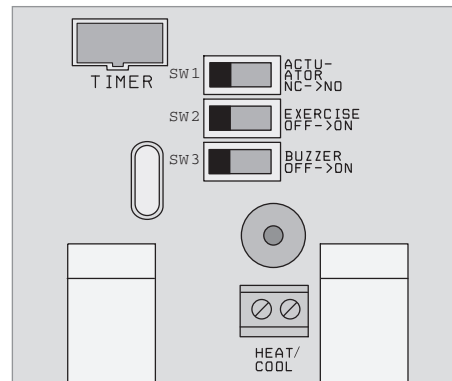

Fig. 7 Diverse opties in de ontvangerunit
Naar wens is deze instelling te veranderen met de schakelaar SW1 in normally open (NO), ofwel stroomloos geopend (zie fig.7).
Deze functie is in te schakelen met schakelaar SW2 (zie fig. 7).
Als het akoestisch alarm aanstaat SW3 (zie fig. 7) zal de zoemer na 8 uur hoorbaar zijn als de ontvanger in tussentijd geen signaal ontvangen heeft.
De draadloze regeling is standaard geprogrammeerd voor aansturen van een verwarmingsinstallatie. Wordt het Heat/Cool contact (zie fig. 7) doorverbonden dan zal de regeling omgekeerd gaan werken voor het aansturen van een koelinstallatie. Voor het overschakelen tussen verwarming en koeling kan daartoe op dit Heat/Cool-contact een externe schakelaar of regeling aangesloten worden.